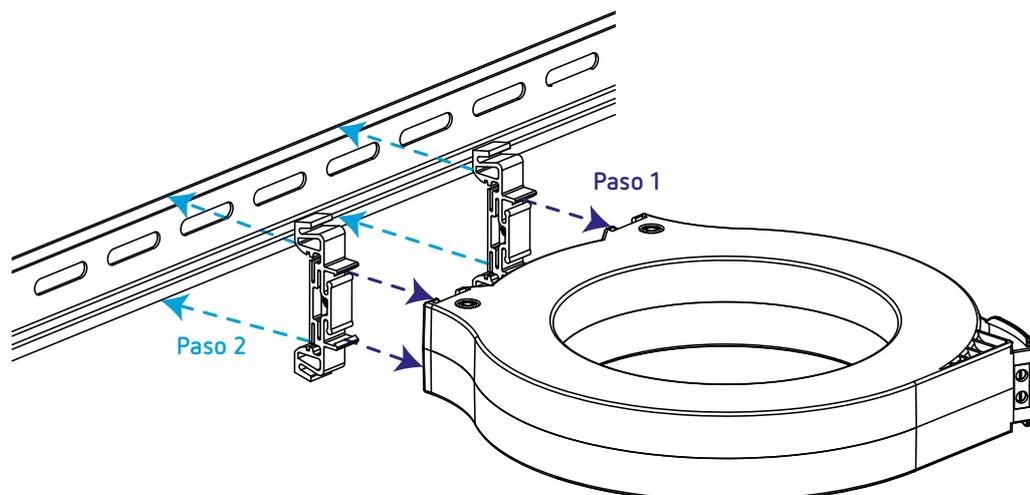

Figura 9: Instalación en carril DIN de un WGS/WGC.
- 1.- Instalar los soportes en el WGS/WGC, Paso 1 de la Figura 9.
- 2.- Instalar el WGS/WGC en el carril DIN, Paso 2 de la Figura 9.